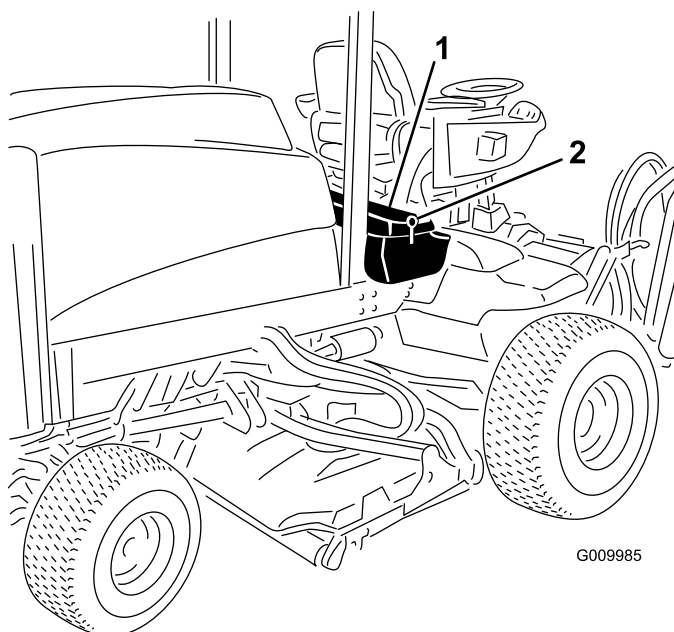

**Figure 36**
1. Déverrouillez et soulevez le panneau de la console (Figure 36).